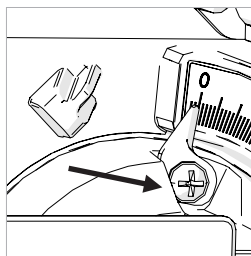

Fig. 24
- Afloje el tornillo del puntero del bisel usando un destornillador Phillips n.º 2. (**Fig. 24**)